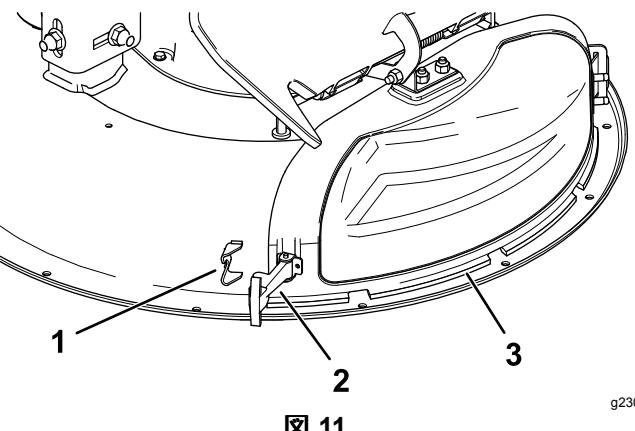

図 11
3. 排出口カバーについているフレキシブルラッチをリテーナから外し、排出カバーを右方向に回転させる図 11
6. 排出口カバーのフレキシブルラッチをデッキのリテナーに取り付けてカバーを固定する図 11。